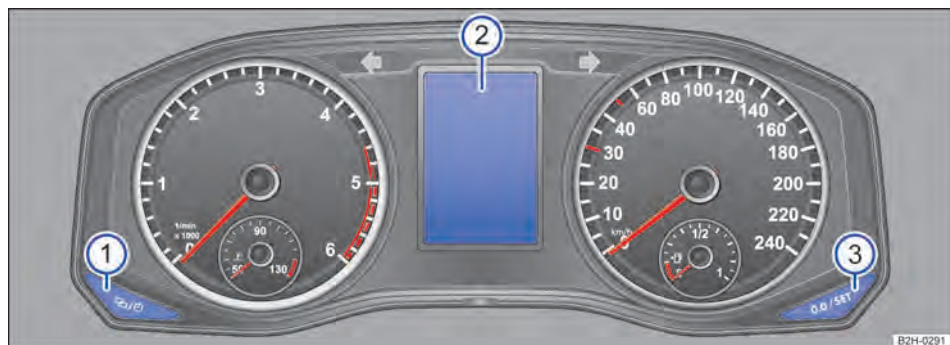

Fig. 193 Botões no instrumento combinado no painel de instrumentos.
Em veículos sem indicador de display no instrumento combinado → Fig. 193, o sistema de controle da pressão dos pneus deve ser calibrado se forem feitas alterações nos pneus, por exemplo, substituição dos sensores de pressão dos pneus ou troca de conjuntos de pneus.
1. Pressionar o botão  → Fig. 193 ① com frequência no instrumento combinado, até que a indicação RDK Pressão dos pneus Calibração seja exibida no display → Fig. 193 ②.
2. Pressionar o botão  → Fig. 193 ③ por mais de três segundos até que soe um sinal audível.